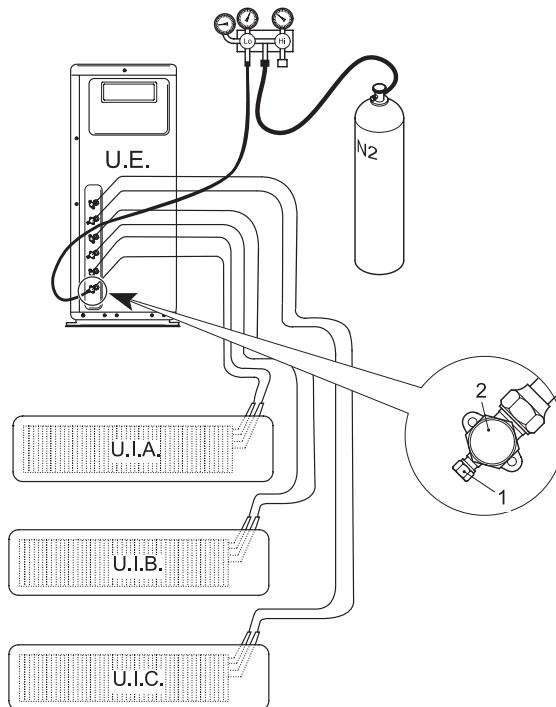

fig. 23 -
- Cu supapele de serviciu ale unității externe complet închise, scoateți după prizei de serviciu (1—"fig. 23 -") și duza (2—"fig. 23 -") supapei de gaz (cea mai mare).